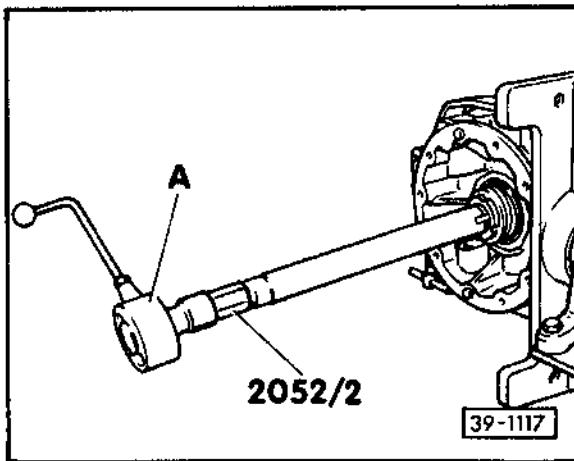

Abb. 6 Reibmoment des Doppelkegelrollenlagers prüfen (bei Achsantrieb mit zuschaltbarem Allradantrieb)
- Reibmoment prüfen – Abb. 6, 7 und 8